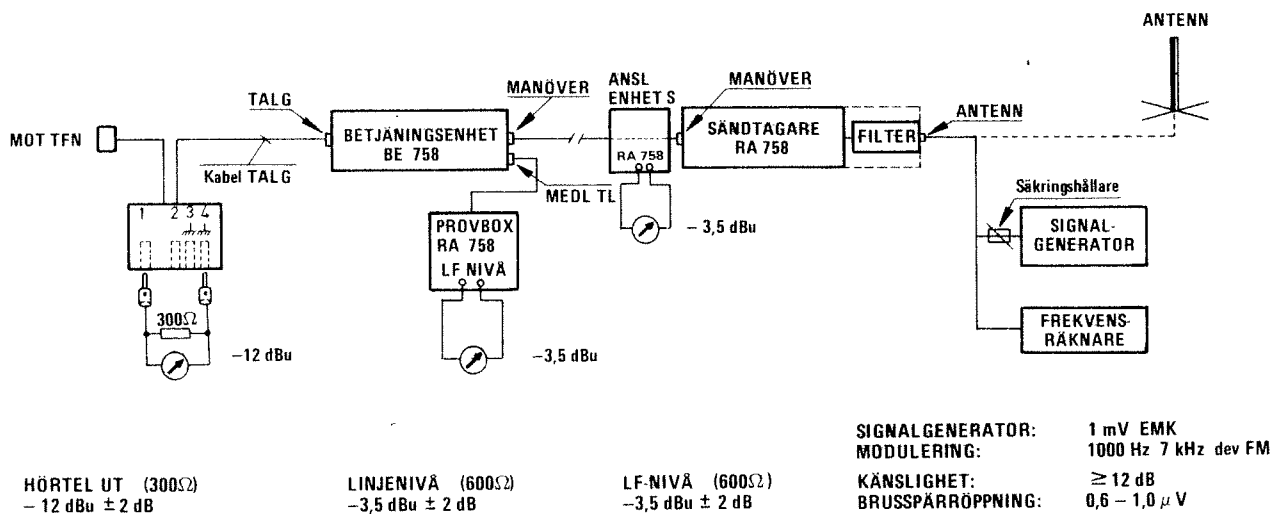

Bild 8. Mätuppkoppling, Mottagningsriktning, Radio
5.3.1 Koppla upp enligt bild 8.